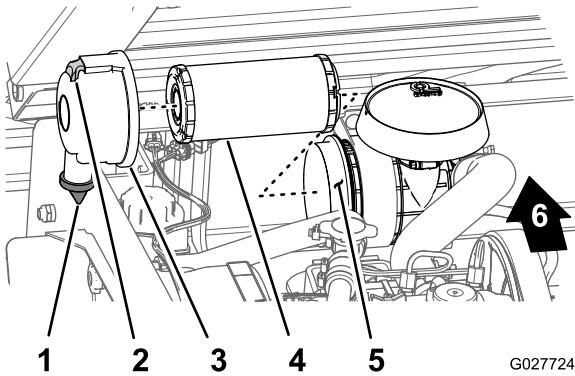

Рисунок 34
- Проверьте корпус воздухоочистителя на отсутствие повреждений, которые могли бы вызвать утечку воздуха (Рисунок 34).
- Оттяните защелку наружу и поверните крышку воздухоочистителя против часовой стрелки (Рисунок 34).
элемента из корпуса воздушного фильтра (Рисунок 34).
- Очистите канал для выброса грязи, расположенный в крышке воздушного фильтра (Рисунок 34).
- Извлеките из крышки резиновый выпускной клапан, очистите полость и замените выпускной клапан (Рисунок 34).
- Вставьте элемент в корпус воздушного фильтра, нажимая на наружный обод элемента, чтобы посадить его в крышку воздушного фильтра (Рисунок 34).
приблизительно между 5 и 7 часами, если смотреть с торца (Рисунок 34).
5. Закрепите крышку на корпусе заплеками (Рисунок 34).